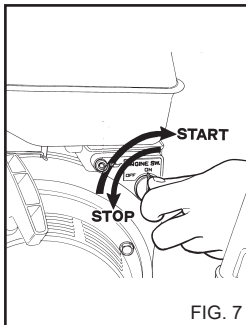

FIG. 7
3) Placera motorns omkopplare på ON (fig. 7).
a) Placera motorns omkopplare på OFF (fig. 7).